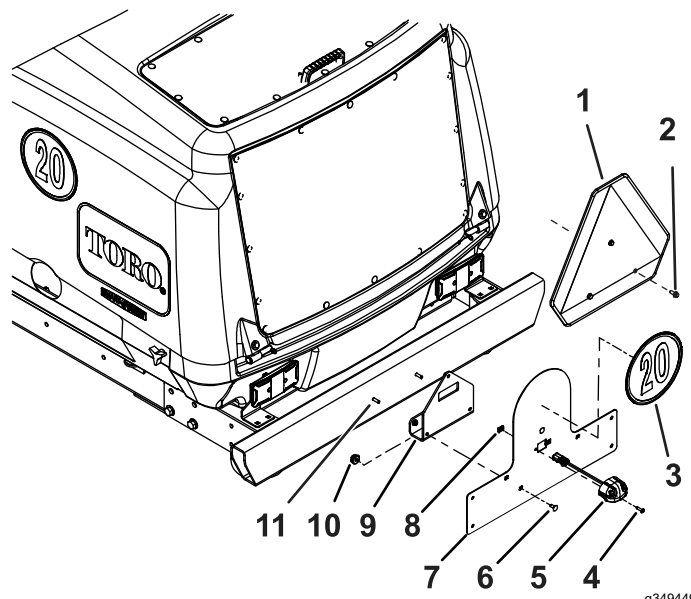

図 9
2. 後バンパーについている警告サインと取り付けチューブを外す 図 9。
4. 金具を使ってサインマウントをバンパーに固定する 図 9。
9. ナンバープレートブラケットに標識を貼り付ける 図 9。